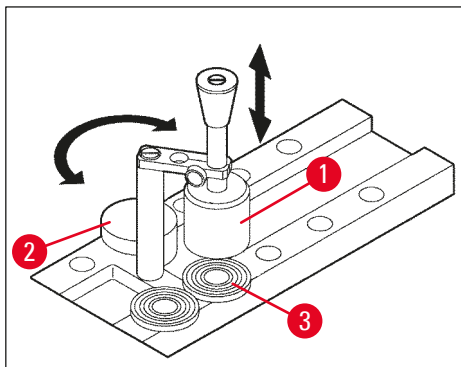

Fig. 14
4. Coloque o disco de amostras com a amostra em um dos 10 espaços da prateleira de congelamento rápido (→ "Fig. 14") e congele.